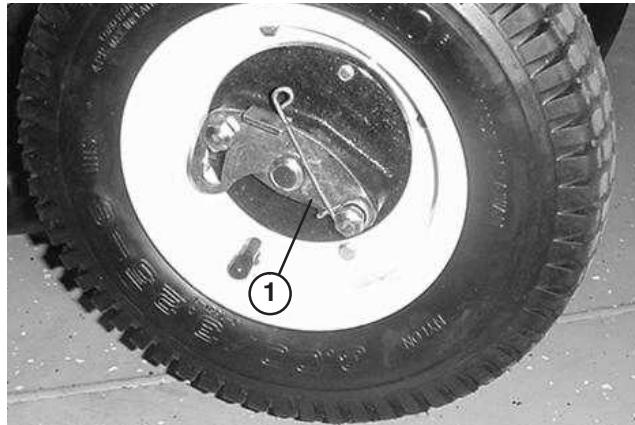

Figure 7
- Faites pivoter le clip de verrouillage pour l'éloigner du centre de la roue et lui permettre de coulisser plus avant sur l'essieu (Fig. 7).